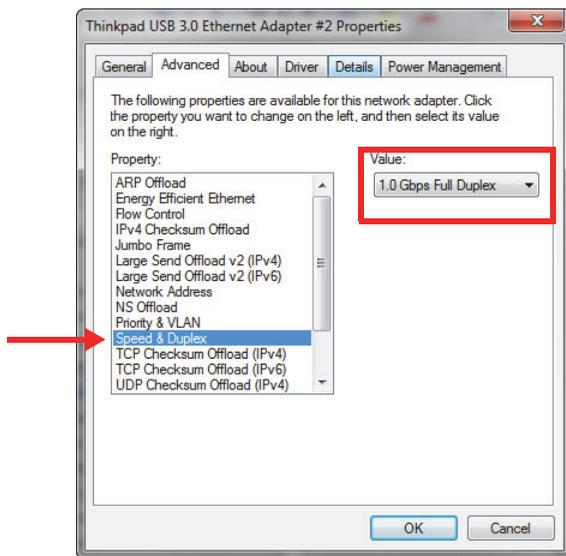

图 1-9 速度和双工属性
6. 在**Advanced**（高级）选项卡中，选择**Speed & Duplex**（速度和双工），然后选择**1.0 Gbps Full Duplex**（1.0 Gbps全双工）（参见第30页的图 1-9）。